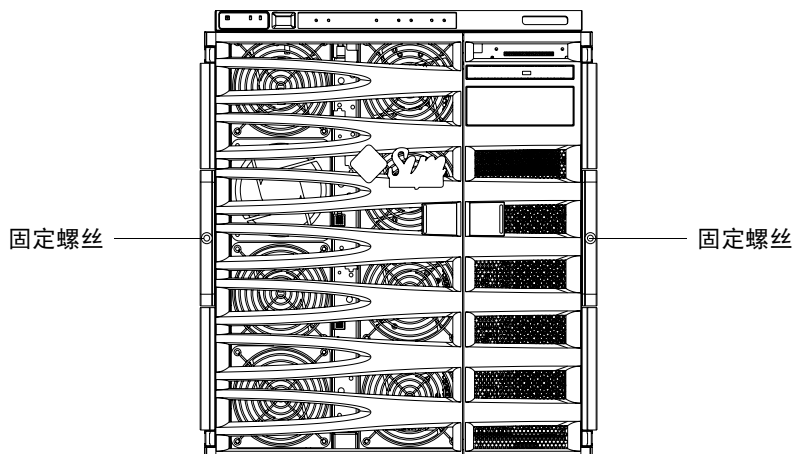

图 1-12 拧紧固定螺丝
11. 拧紧系统前部的两颗固定螺丝，将系统固定在机箱中（图 1-12）。